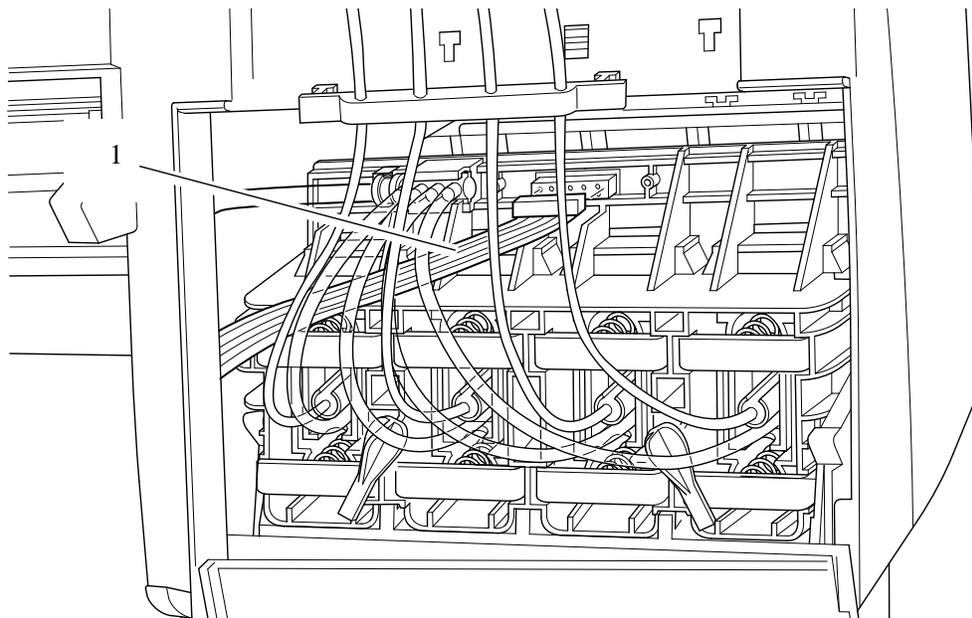

Figura 12: Cabo do conector dos tubos dos cartuchos de tinta
5. Desconecte o cabo do conector dos tubos dos cartuchos de tinta (consulte a Figura 12).